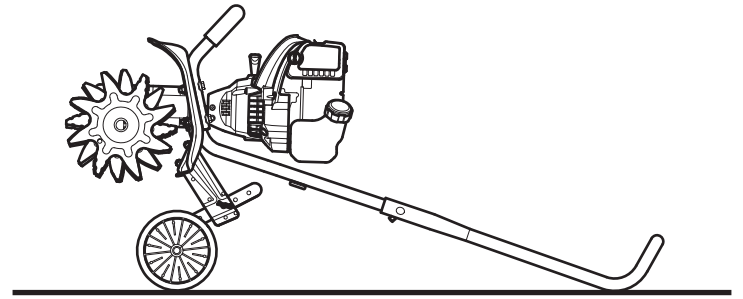

Fig. 13
2. Coloque la unidad en una superficie plana y nivelada. Incline la unidad hacia atrás de manera que la barra de control toque el suelo y el motor quede en posición horizontal (Fig. 13).
2. **Ubique la unidad sobre una superficie plana y nivelada.** Inclíne la unidad hacia atrás de manera que la barra de control toque el suelo y el motor quede en posición horizontal (Fig. 13).